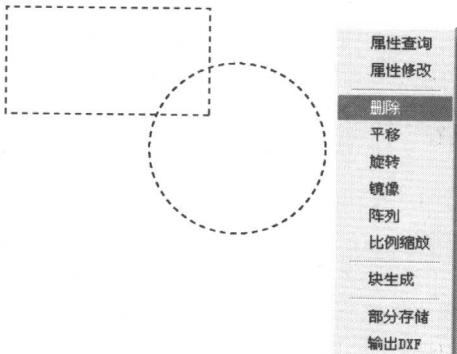

图 1-5 右键直接操作菜单
(2) 右键直接操作菜单。在命令状态下, 拾取元素后单击鼠标右键或按 **Enter** (回车) 键, 出现如图 1-5 所示的右键直接操作菜单, 单击菜单项, 则将对选中的实体进行操作。